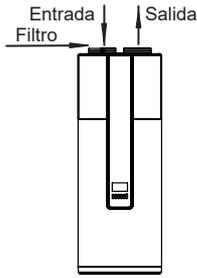

Figura 3-8
5) Instalación del filtro en la entrada de la unidad. En cuanto a la unidad con conducto, el filtro debe colocarse en la posición de entrada del conducto. (Figura 3-8/3-9)